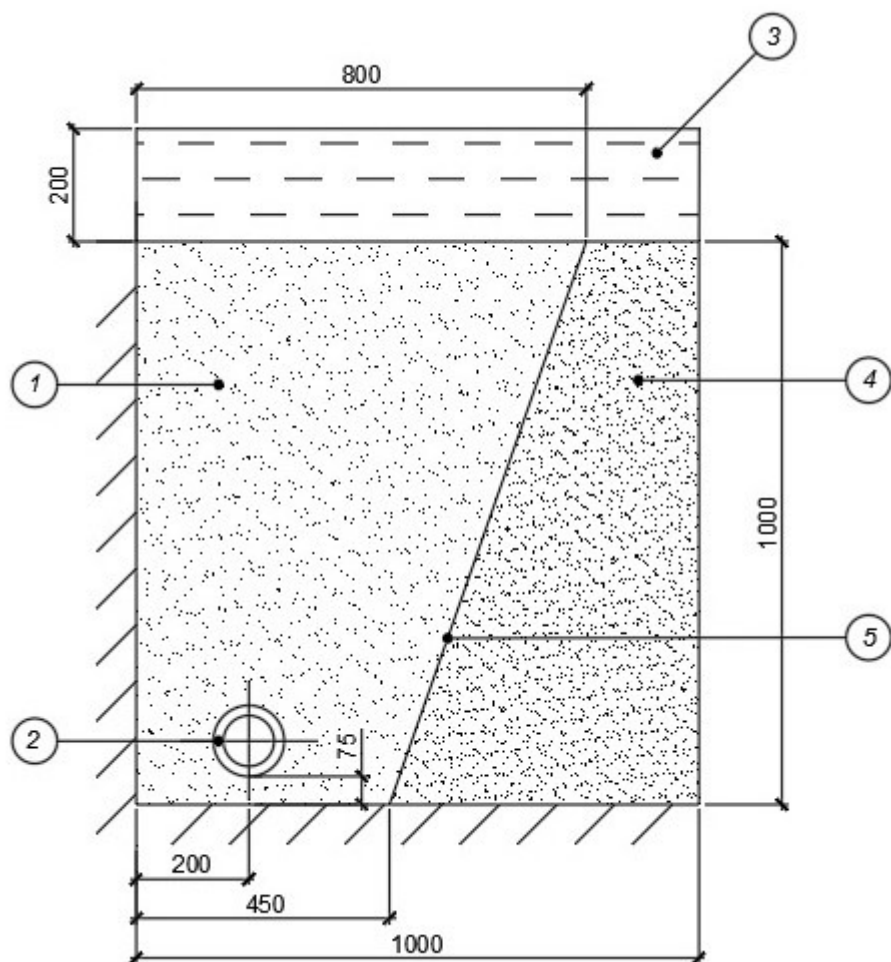

Рис. 9. Классическая конструкция пристенного дренажа (СССР, 1963 год).
- классический пристенный дренаж с песчаной фильтрующей засыпкой (Рис. 9)